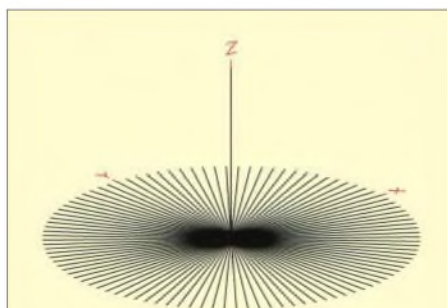

Bild 2: Vertikalstrahler mit 100 Radials, entstanden aus der Anordnung in Bild 1 durch automatische Vervielfachung des Drahtes 2
Diese Richtcharakteristik ist für $n = 7$ und $l = 24$ cm bei verschiedenen Frequenzen im Bild 2 dargestellt. Wie bei dieser ausgeprägten Keule in Vorwärtsrichtung verdeutlicht, stellt sich ein hoher Gewinn, eine gut ausgeprägte Richtwirkung und eine Unterdrückung der nicht direkt einfallenden Schallanteile ein. Praktische Versuche bis zu Entfernungen von 30 m bestätigen die Erwartungen, wobei neben der ausgeprägten Richtwirkung die gute Verständlichkeit überraschte.
Dazu wählen wir, um die Mächtigkeit dieses Werkzeugs zu zeigen, einmal die verwegene große Zahl 100. Im Bruchteil einer Sekunde hat EZNEC einen wunderbaren Stern aus 100 Radials erzeugt, Bild 2, Datei (2)Vert100Rad(a).ez. Wenn wir beim Prototyp-Draht, wie angegeben, zehn Segmente für den Radial-Prototyp angeben hatten, dann ist die Amateurverson von EZNEC am Ende: Wir haben über 1000